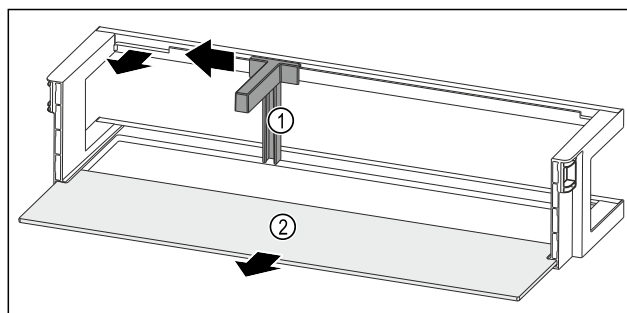

Fig. 223 Polica u vratima s držačem boca i policom za odlaganje
- Držać za boce Fig. 223 (1) pogurnite do otvora na stranu.
- Izvadite držač za boce Fig. 223 (1).
- Izvadite policu Fig. 223 (2).